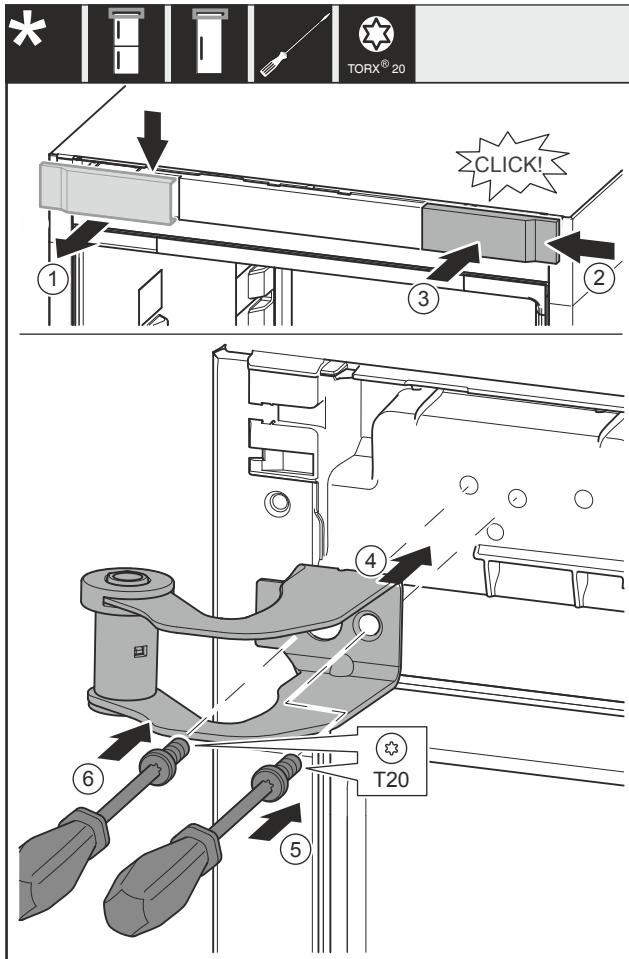

Fig. 18
- 从上方朝前取下盖板 Fig. 18 (1)。
- 将盖板 Fig. 18 (2)旋转 180° 至另一侧从右边挂上。
- 插入盖板 Fig. 18 (3)。
- 装上上方的托架 Fig. 18 (4)。
- 旋紧螺钉 Fig. 18 (5)。
- 旋紧螺钉 Fig. 18 (6)。